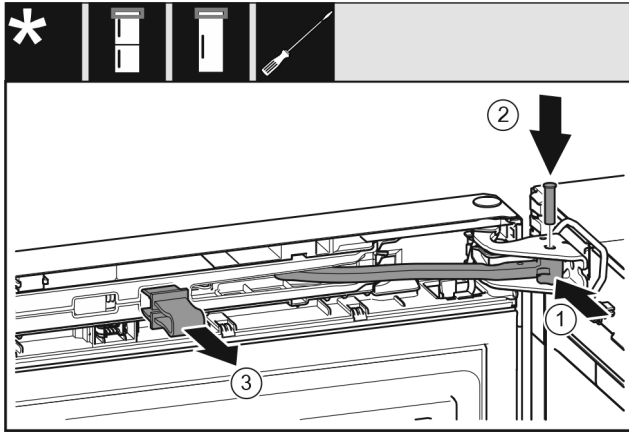

Fig. 50
- ▶ Scharnier in lagerbus draaien. Fig. 50 (1)
- ▶ Bout in de lagerbus en het scharnier aanbrengen. Opletten dat hierbij de vergrendelnok correct in de groef zit. Fig. 50 (2)
- ▶ Borging verwijderen. Fig. 50 (3)